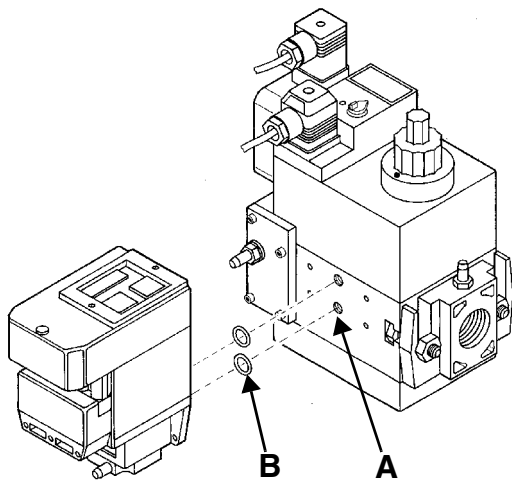
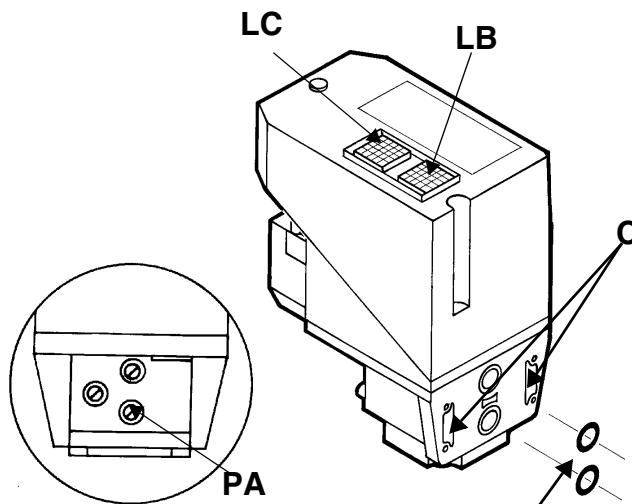

Fig. 46
Fig. 47
- 3 Demontati dopurile suruburilor de la grupul rampa Multibloc (Fig. 46 - pozitia A);
- 4 Introduceti inele de etansare (10,5 x 2,25) in blocul VPS 504 (Fig. 47 - pozitia B, Fig. 46 - pozitia B)
- 5 Strangeti cu suruburile 3, 4, 5, 6 (M4 x16) conform cu Fig. 46 - pozitia C
Daca se doreste monitorizarea testarii , instalati un manometru la priza de presiune **PA** (Fig. 47) . Daca ciclul de testare este satisfactor , dupa cateva secunde se aprinde lampa de consens **LC** (galbena) . In caz contrar se aprinde lampa **LB** de blocare (rosie). Pentru a reporni, este necesara deblocarea echipamentului prin apasarea butonului cu iluminare **LB**.